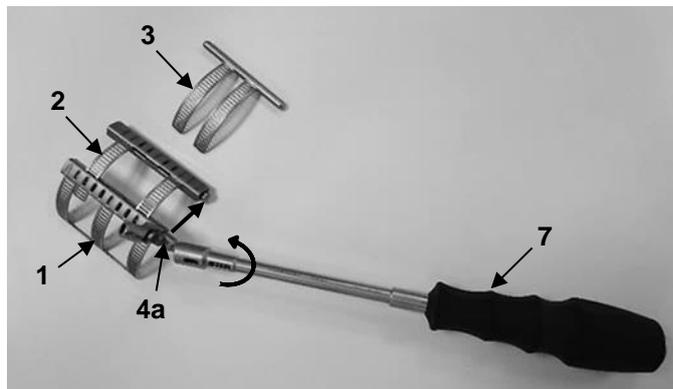

Fig. 21
2. Quindi rimuovere l'elemento primario (2) dall'elemento base (1) utilizzando il cacciavite adatto (7). A tal fine, ruotare in senso orario il meccanismo di trasporto sul modulo a scatola dell'elemento di base (4a) con il cacciavite (7) fino a rimuoverla (Fig. 21).